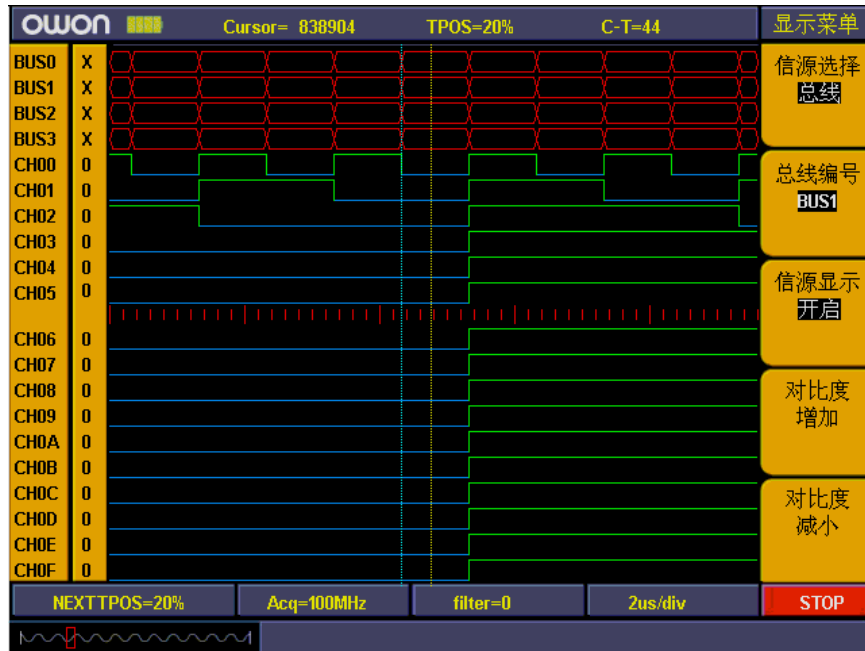

图4-14:总线开启和关闭设置
- 7、按“F3”键,把信源显示设置为“关闭”。重复6、7的操作,把总线BUS1、BUS2、BUS3也设置为“关闭”。见图4-14。